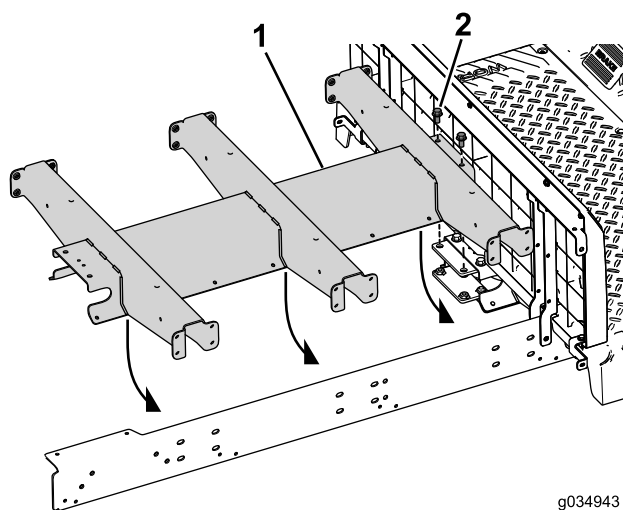

図 24
4. センターチャネルと後マウントに、ボルト3/8 x 3/4 インチ2本を通す 図 24。